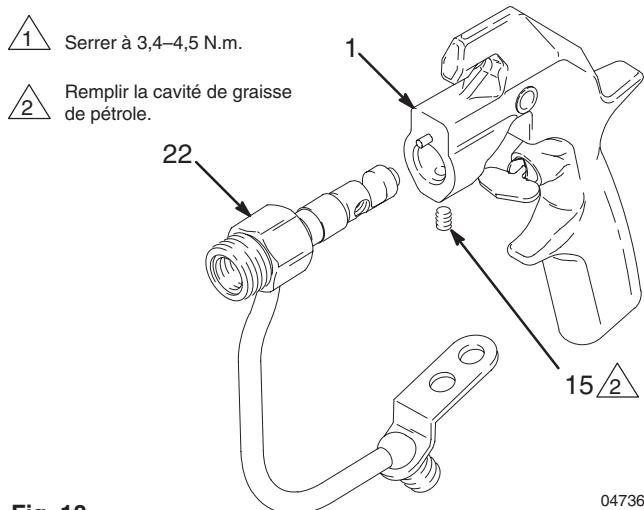

Fig. 18
- Insérer le corps du tuyau de produit (22) dans le corps du pistolet (1) jusqu'à l'immobilisation. Serrer la vis de réglage (15) à 3,4–4,5 N.m. Remplir la cavité de la vis de réglage de graisse de pétrole. Voir Fig. 18.